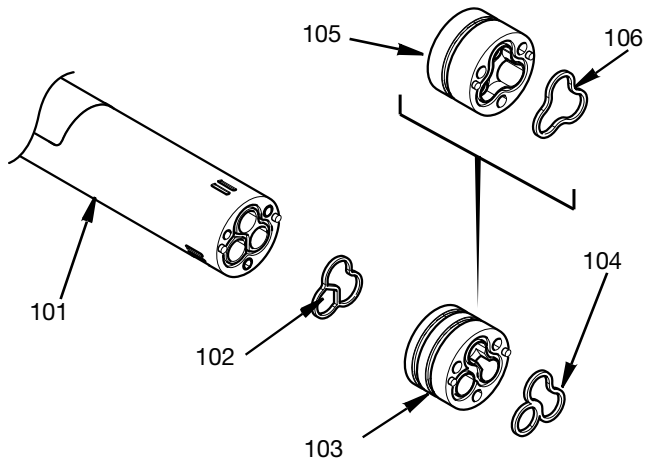

FIG. 13
5. Se necessário, remover a junta de material mais baixa (106), ou duas juntas de material mais baixas (104). Um adaptador de material (105), ou dois adaptadores de material (103) e a junta do adaptador (102) podem agora ser removidos. Consulte a FIG. 13.